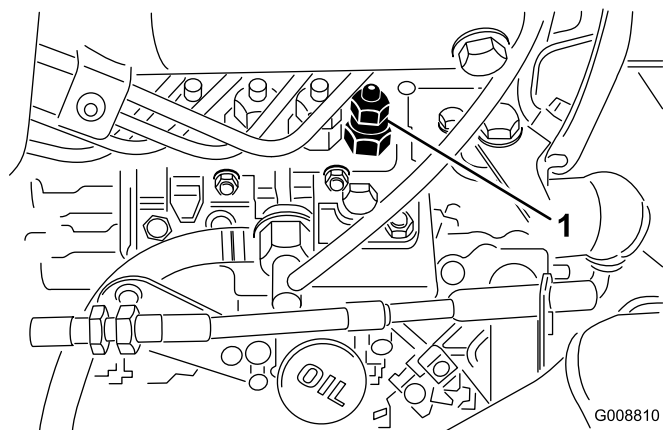

Bild 52
1. Lockern Sie den Rohranschluss an der Einspritzdüse Nr. 1 und am Halter an der Einspritzpumpe (Bild 52).